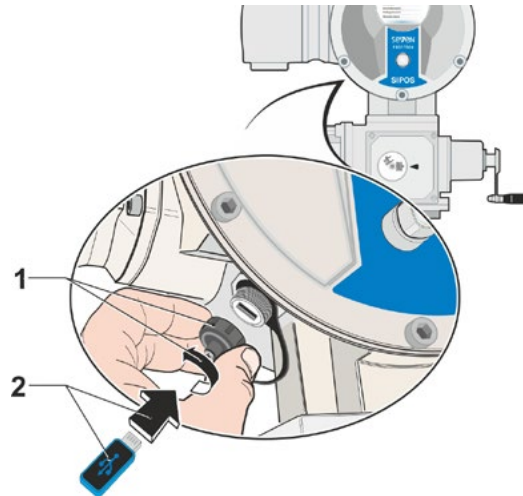

Fig. 1: Collegamento della penna USB
- Sul lato inferiore a sinistra dell'unità elettronica svitare la calotta di copertura della presa USB (fig. 1, pos. 1).
- Collegare la penna USB (pos. 2).